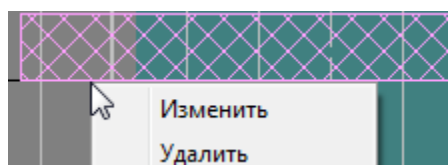

Рис.193. Всплывающее меню операций с окнами
4. Для изменения служебной информации об «окне» подвести указатель «мыши» к «окну», дождаться изменения цвета «окна» и появления всплывающего окна с информацией об «окне» и нажать правую клавишу «мыши». Появится всплывающее меню операций с «окнами». Выбрать пункт меню «Изменить» (см. рис. 193).